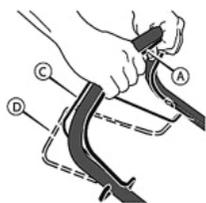

Рис. 5 Положение рычагов остановки двигателя и привода хода
1. Нажмите и удерживайте рычаг остановки двигателя в положении А (Рис. 5). Запустите двигатель.
2. Переместите рычаг привода С (Рис.5) полностью вперед. Теперь система привода включена, и газонокосилка начнет двигаться вперед.
Для выключения только системы привода, отпустите рычаг привода (С). В выключенном положении D (Рис.5), газонокосилка прекратит движение вперед, но двигатель будет продолжать работать, а нож вращаться.